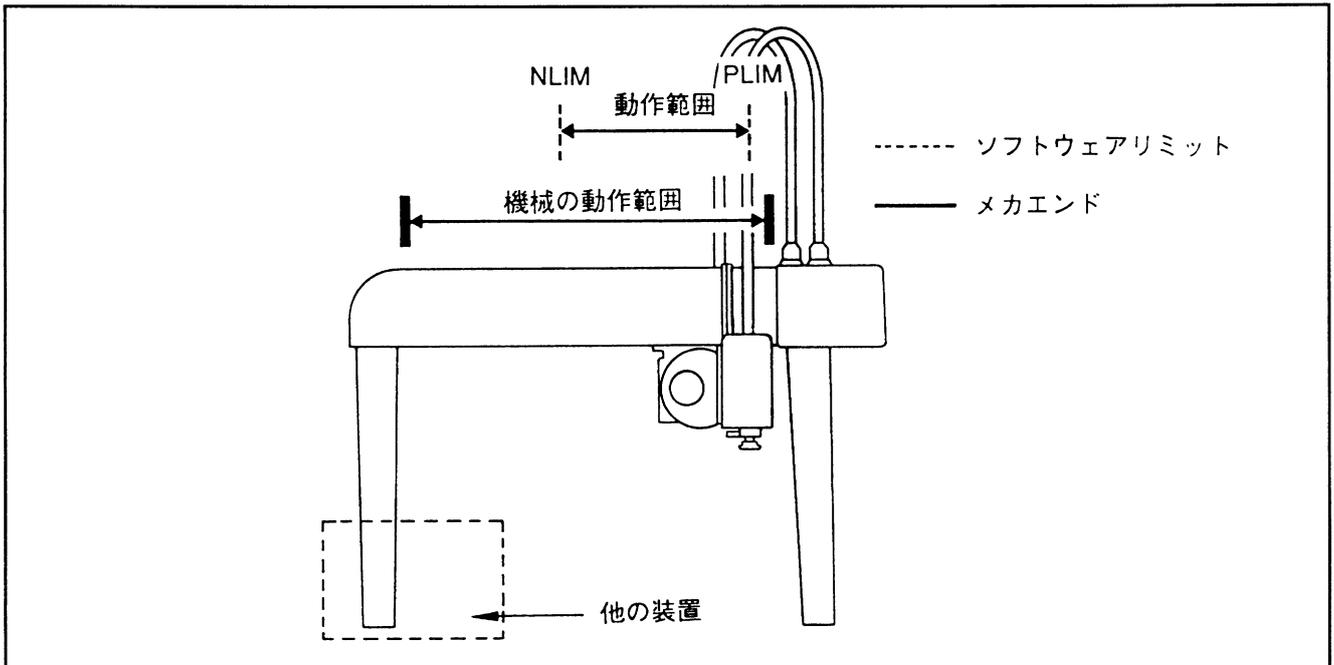

図5-84 ソフトウェアリミットの変更例1
2.3 ソフトウェアリミットの変更 ロボットがその作業を行なうのに必要な領域を作業領域といいます。ロボットの動作範囲が作業領域より大きい場合、他の装置との衝突を防止するために、次ページの図5-84、85のように動作範囲を狭くするようにソフトウェアリミットを変更することができます。